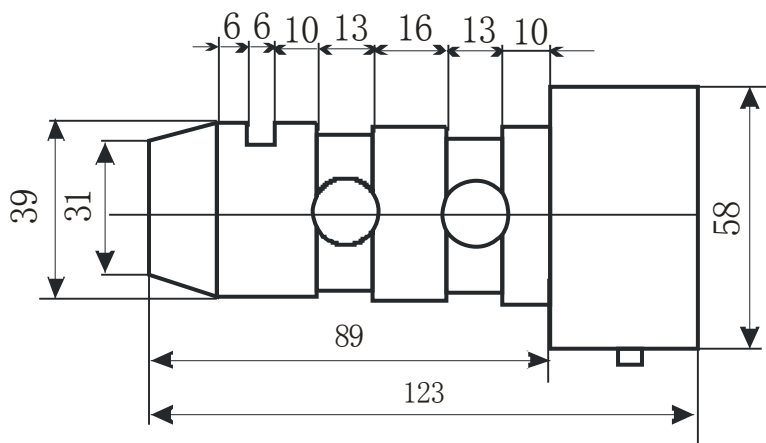

图 6 $\Phi 40$ 型传感器外形及尺寸
灵敏度高的特点。外形见图 6。
- ✧ 请注意图 6 的传感器外形尺寸，必需保证传感器与耳板之间为间隙配合。